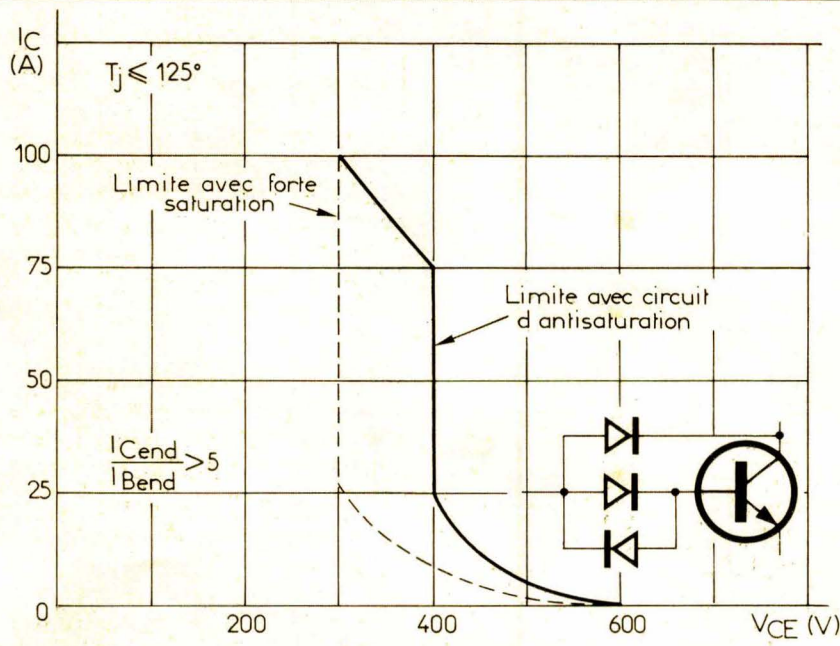

Fig. 4.
- La tension $V_{CE0\text{sus}}$ qui délimite l'aire de fonctionnement en commutation (fig. 4).